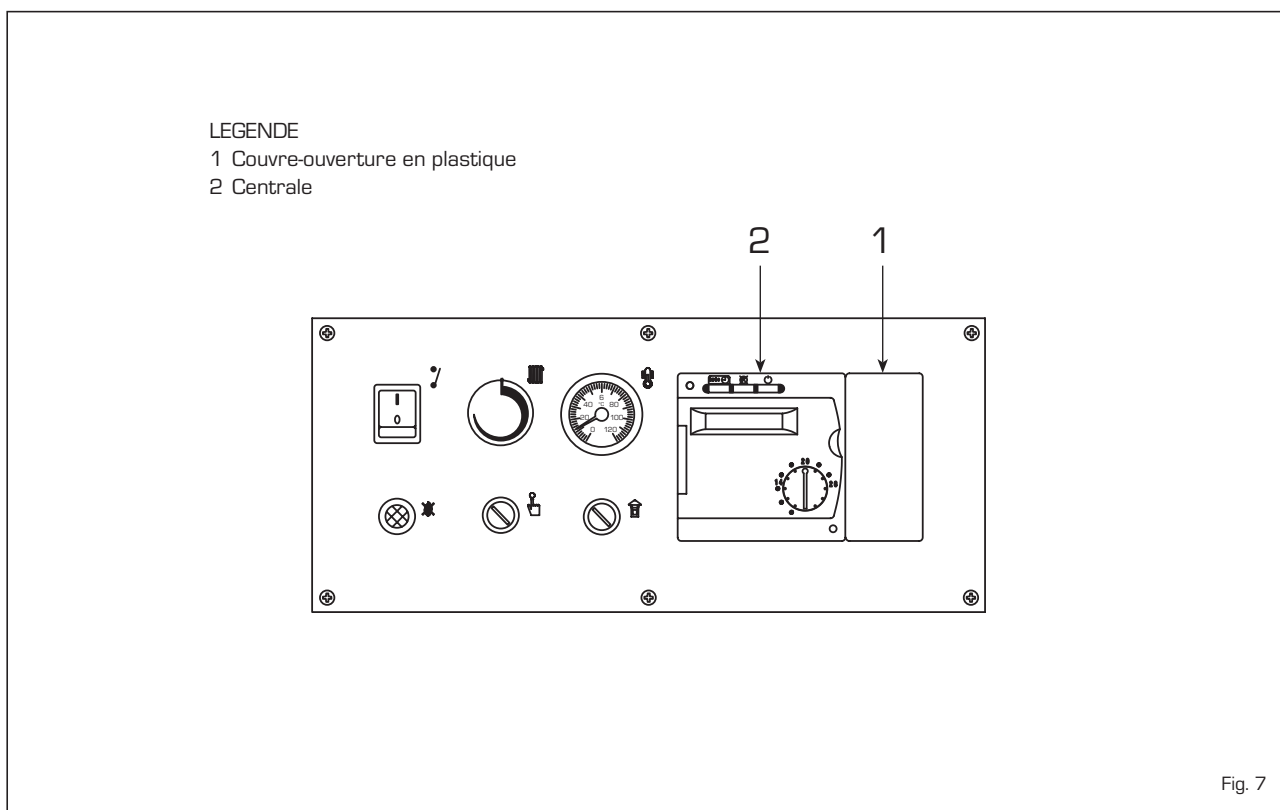

Fig. 7
Toutes les fonctions de la chaudière peuvent être gérées par la régulation électronique optionnelle code 8096303, fournie avec la sonde de température externe (SE), sonde immersion chaudière (SC) (fig. 7).